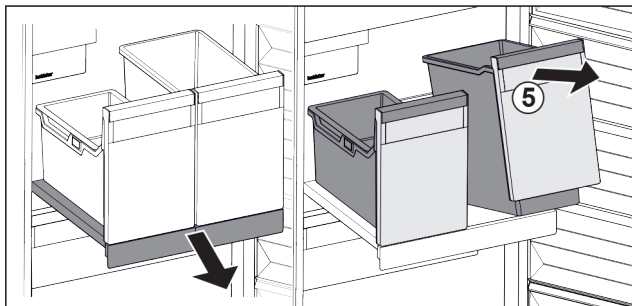

Fig. 28
- Soulever les bacs Fig. 28 (5) par l'avant.